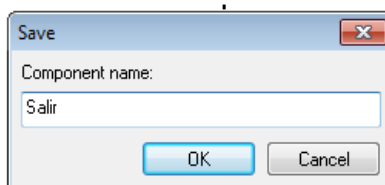

Figura 13: Ventana de guardar Display de Factory Talk View
- Guardar la pantalla configurada y asignarle un nombre como se muestra en la Figura 13.